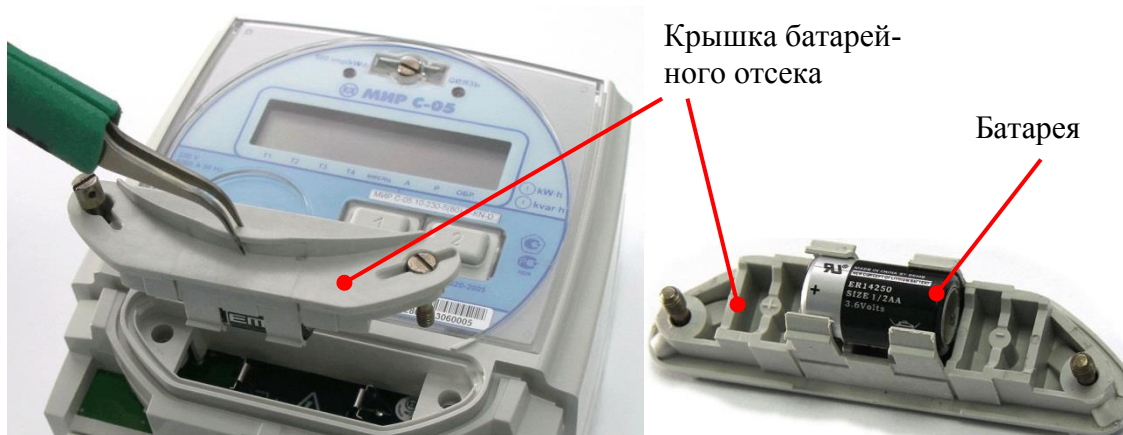

Рисунок 14.1 – Замена батареи в счетчике для установки на шит
14.1.6 Для установки или замены дополнительной (сменной) батареи в счетчике для установки на щит (рисунок 14.1) необходимо: